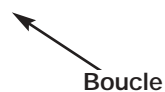

Fig. 6-4
6. Découpez environ 12,2 m (40 pi) de fil neuf et faites-en deux boucles de longueurs égales. Insérez chaque extrémité de fil dans l'un des deux trous du moulinet (Fig. 6-4). Tirez le fil à travers le moulinet pour que la boucle soit le plus petit possible.